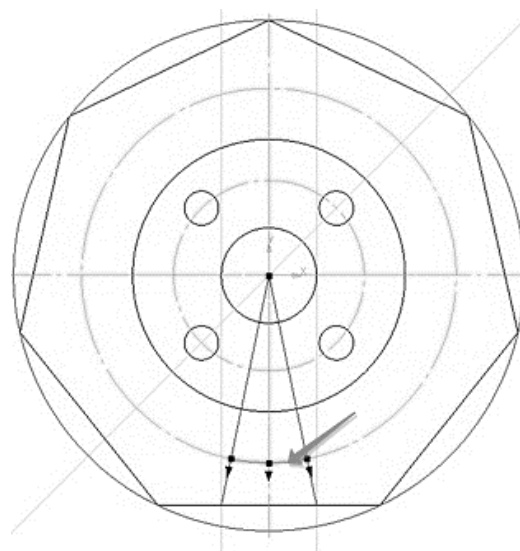

Рис. 26. Построение дуги окружности
2.4.3 Используя команду **Дуга по трем точкам** , начертим дугу в нижней части детали (рис. 26).